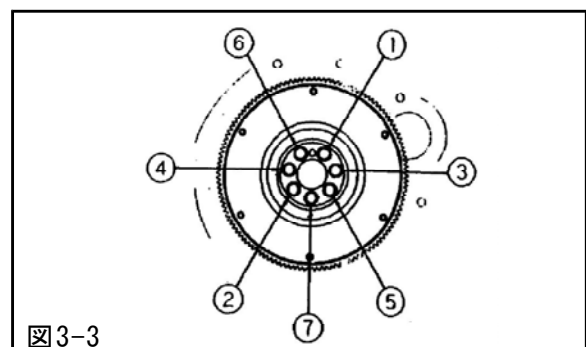

図3-3
- (2)フライホイールボルト（7本）を用いてフライホイールをクランクシャフトに取付け、フライホイールボルトを図中の番号順に（対角線上）規定トルクで締付けてください。（図3-3）